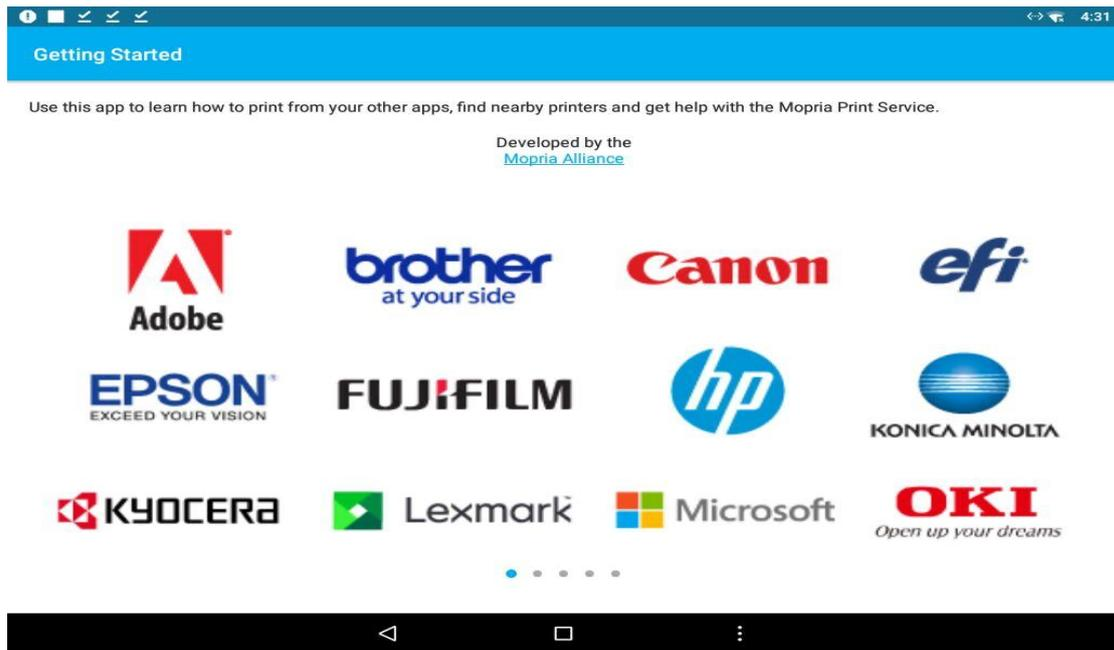
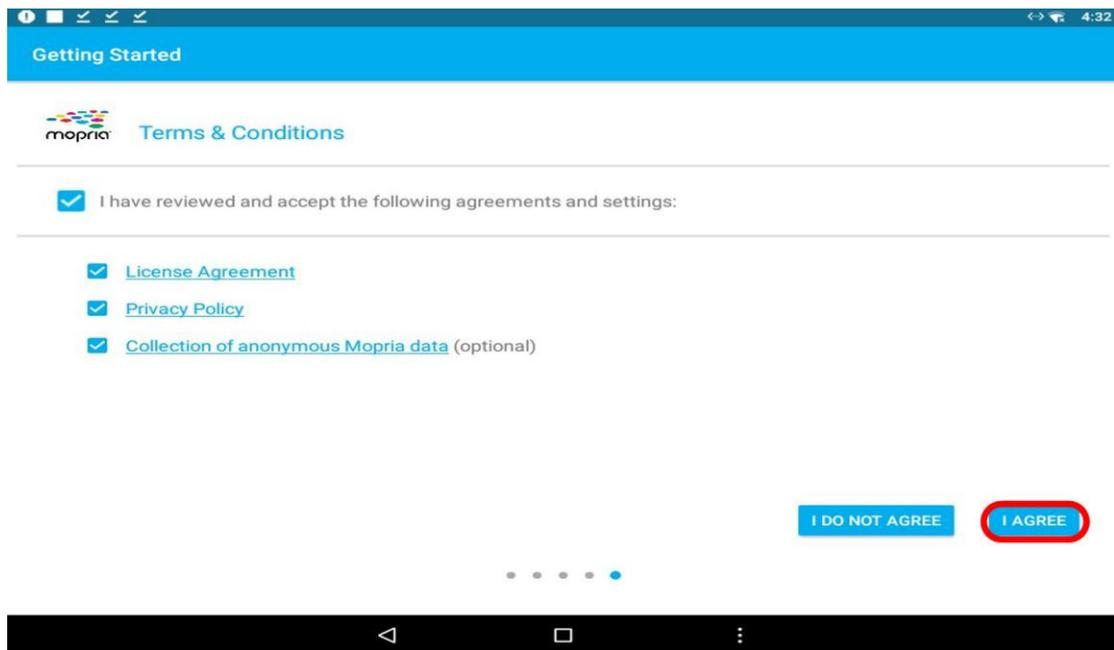

図 6
図 7
3、インストールされた印刷ソフトウェアを開きます（図 6 参照）。最後のページに移動し、ライセンス契約とプライバシーポリシーに同意します。図 7 に示すように「**I AGREE**」をクリックしてソフトウェアの使用を開始します。